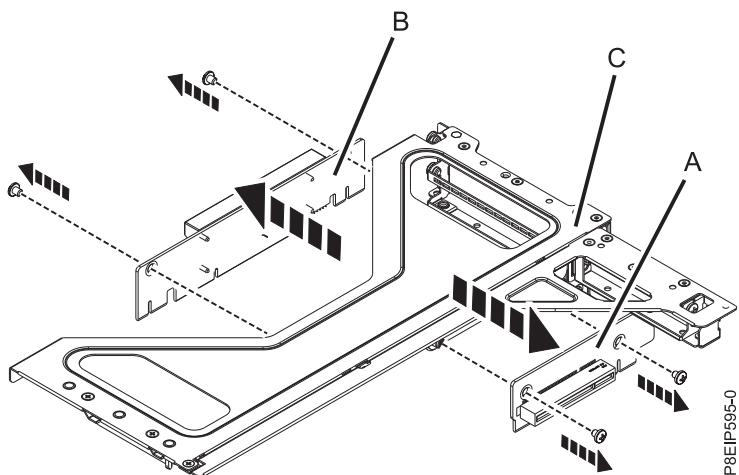

図 38. アダプター・ケージからの PCIe ライザー・カードの取り外し
7. 位置 3 (A)、あるいは位置 4 または位置 5 (B) のライザー・カードを取り外す必要がある場合、PCIe ライザー・カードをケージ (C) に固定しているねじを取り外します (図 38 を参照)。